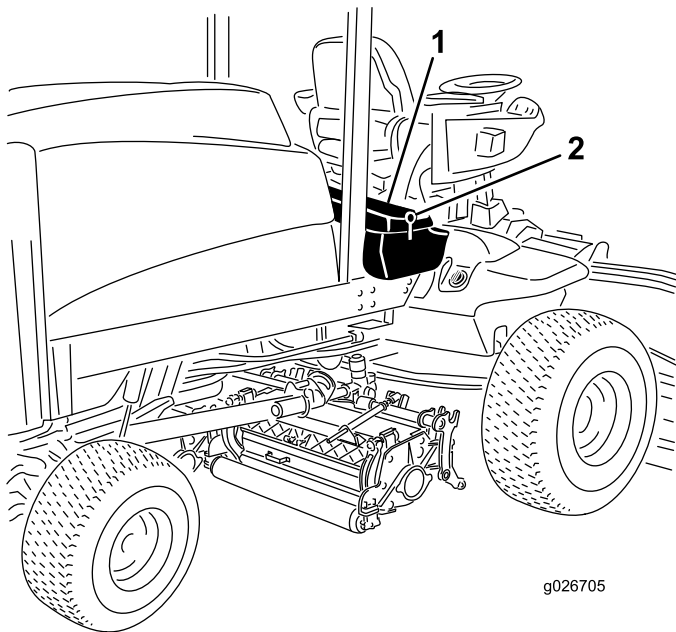

Bild 80
1. Entriegeln und heben Sie die Abdeckung der Bedienerkonsole hoch (Bild 80).